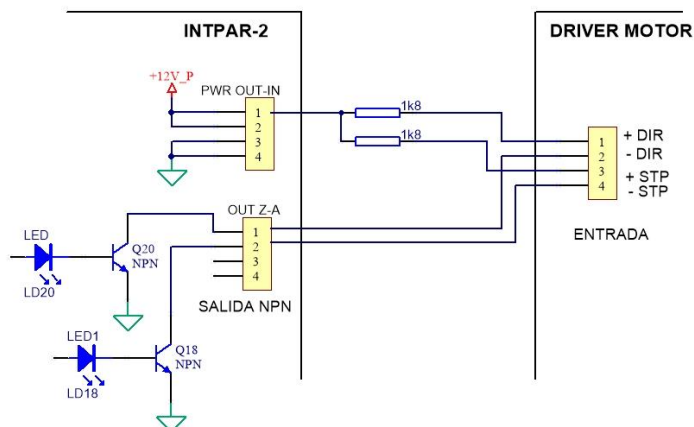

Figura 1. Conexión salidas pulso / dirección tipo NPN.
- Las salidas de tipo NPN son las de control directo de los ejes X, Y, Z y A. Conéctelas siguiendo el esquema indicativo de la figura 1.